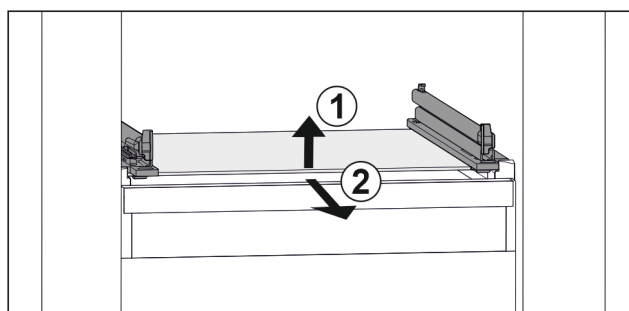

Fig. 72 Przykładowa prezentacja płyty szklanej
- Unieść płytę szklaną z przodu. Fig. 72 (1)
- Wyjąć płytę szklaną do przodu. Fig. 72 (2)